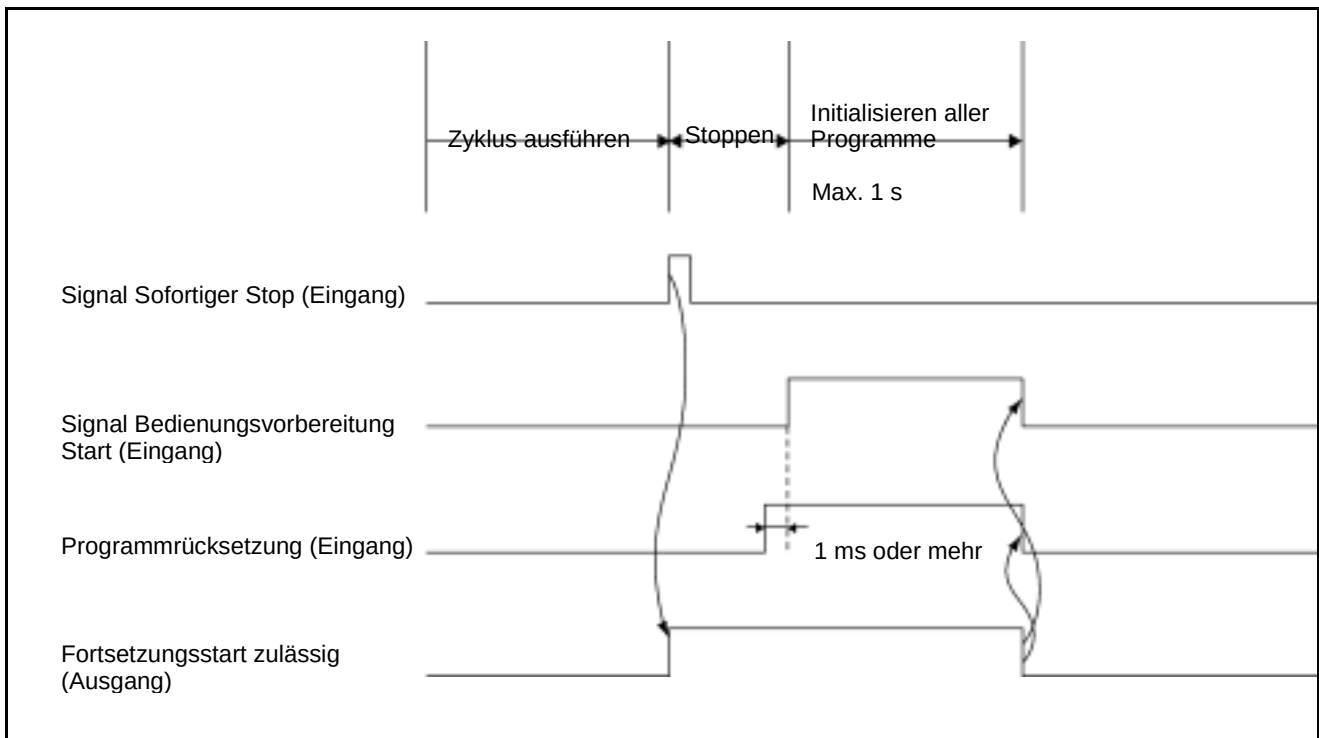

Abbildung 5-46 Eingangsbedingungen und Betrieb des Programmrücksetzungssignals
- ① Die Eingangsbedingungen und ein Diagramm zum Zeitverhalten beim Betrieb ist in Abbildung 5-46 dargestellt.
- ② Geben Sie ein Signal "Programmrücksetzung" vor einem Signal "Bedienungsvorbereitung Start" (1 ms oder mehr) ein.
- ③ Nach dem Einschalten benötigt dieses Signal maximal eine Sekunde, um alle Programme zu initialisieren. Geben Sie während dieser Zeitspanne keine Signale ein.